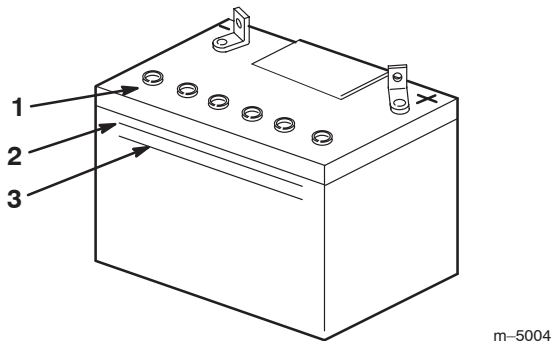

Figure 62
3. Observez le côté de la batterie. Le niveau de l'électrolyte doit atteindre le trait **supérieur** (Fig. 62).
Remarque : Ne laissez pas l'électrolyte descendre en dessous du trait **inférieur** (Fig. 62).
3. Enlevez les bouchons d'aération de la batterie (Fig. 62).
4. Versez lentement de l'eau distillée dans chaque élément jusqu'au trait **supérieur** (Fig. 62) sur le côté de la batterie.
5. Attendez 5 à 10 minutes après avoir rempli les éléments de la batterie puis ajoutez de l'eau distillée, au besoin, pour amener le niveau au repère **supérieur** (Fig. 62) sur le côté de la batterie.